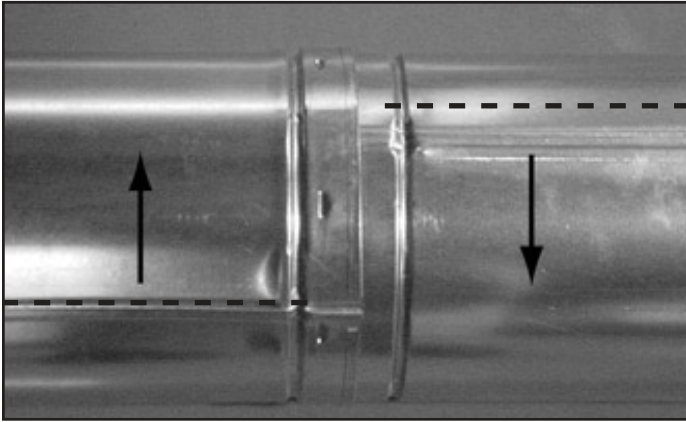

Figure 10.10 Faire pivoter les cordons de soudure pour démonter
- Faites pivoter l'une des sections (figure 10.10), de façon à ce que les cordons des deux sections de conduit soient alignés, comme il est indiqué à la figure 10.11.